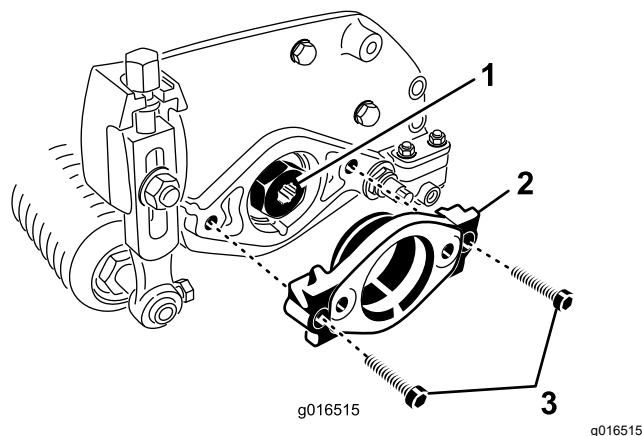

Figure 7
2. Retirez les 2 vis Allen qui fixent le support du moteur au côté gauche de l'unité de coupe. Déposez le support du moteur (Figure 7).
3. Appliquez de la graisse à l'intérieur de la cannelure d'entraînement (Figure 7).
4. Sur le côté gauche de l'unité de coupe, enduisez le joint torique d'une fine couche d'huile et posez le support du moteur avec les 2 vis Allen retirées précédemment (Figure 7). Serrez les boulons à un couple de 16 à 20 N·m.